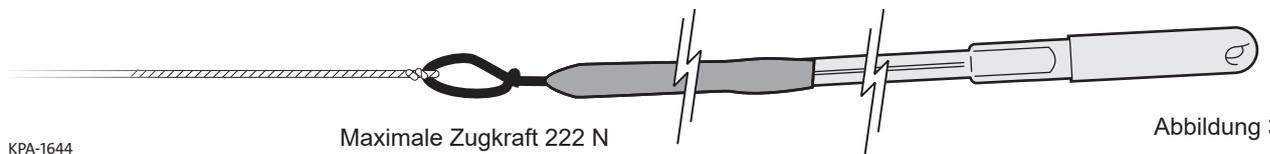

Abbildung 3
Schritt 1a: Beim Ziehen durch einen Kanal empfiehlt es sich, das Drop-Kabel vom Netzwerk-Zugangspunkt (NAP) zum optischen Netzwerkterminal (ONT) zu ziehen. Bringen Sie das Zugseil an der Öse des Schutz-Ziehstrumpfes des Kabels an und ziehen Sie das Kabel durch den Kanal zum ONT. Achten Sie darauf, dass Sie 222 N Zugkraft auf das Kabel nicht übersteigen. Der SC Schutz-Ziehstrumpf ist so konzipiert, dass er in einem Kanal von 25mm oder größer gezogen werden kann (Abbildung 3).